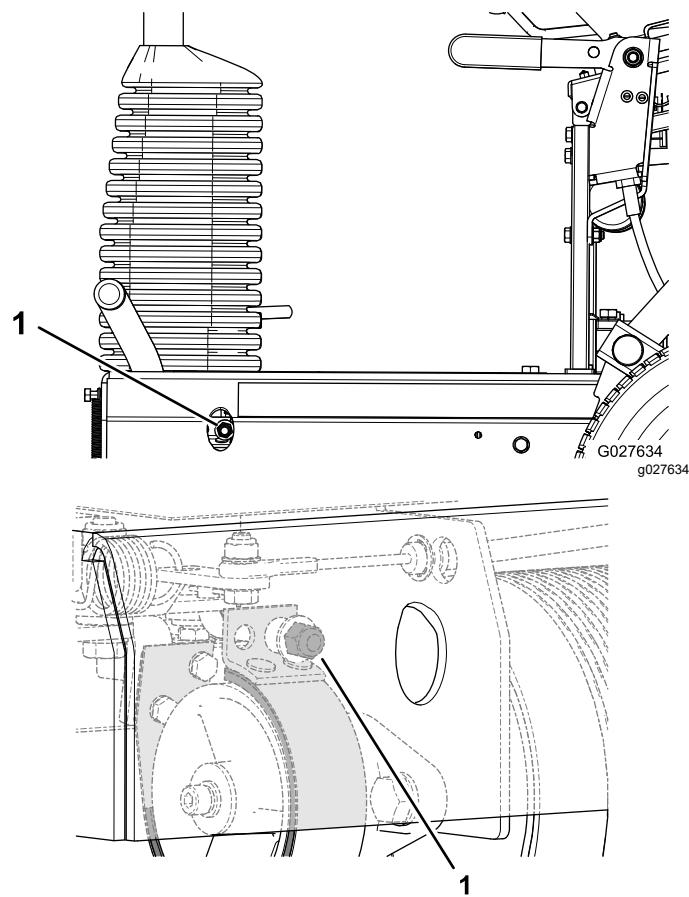

図 35
- ブレーキの効きを強くするにはブレーキロックナットを右回しに締め付ける 図 35。
- ブレーキの効きを弱くするにはブレーキロックナットを左回しにゆるめる 図 35。